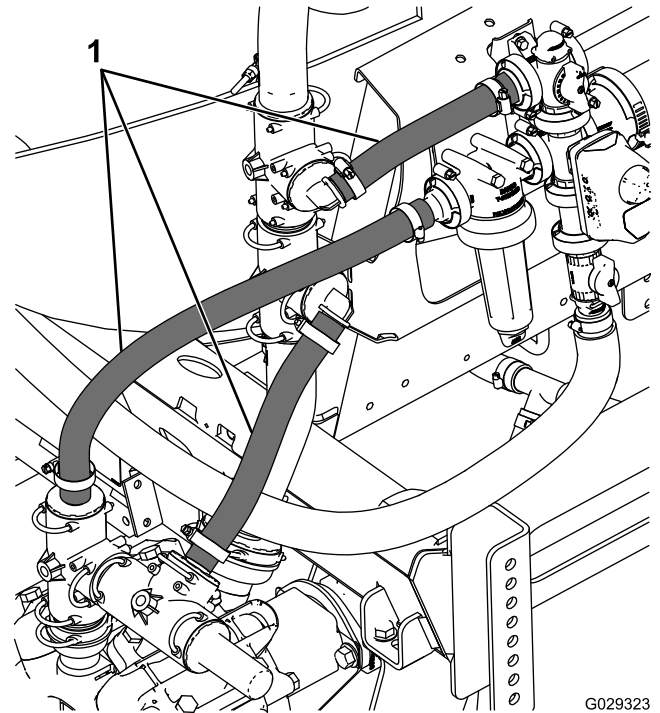

Figura 3
- Retire e elimine os três tubos mostrados na Figura 3, mas guarde os pinos de fixação.